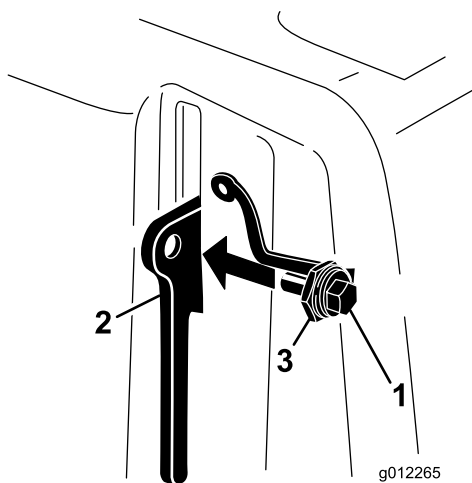

Figure 10
3. Vissez le boulon dans le levier de verrouillage (Figure 10).